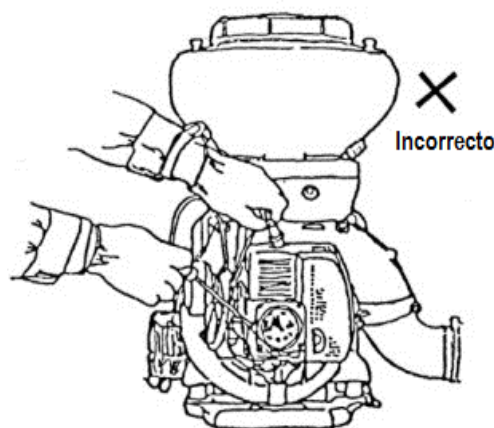

Fig. 15
1. El motor arranca con dificultad o no puede iniciar. Compruebe si la bujía no genera chispa. Coloque la bujía con los electrodos de lado de tal forma que toquen el cilindro. Tire del arrancador retráctil y observe entre los polos de bujía si hay chispa. Tire del arrancador con cuidado, no toque la parte metálica de la bujía por prevención de sufrir una descarga eléctrica. Hágalo como se muestra en la fig. 15.